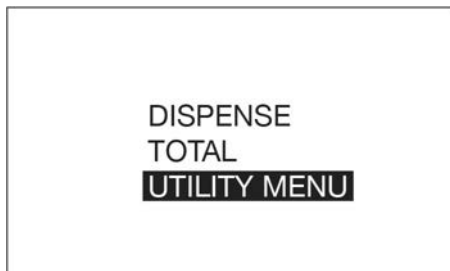

FIG. 23
- Use el botón de flecha ARRIBA o ABAJO del teclado para resaltar el menú de utilidades (UTILITY MENU) (FIG. 23) y pulse el botón INTRO central en el teclado para seleccionar dicha opción.